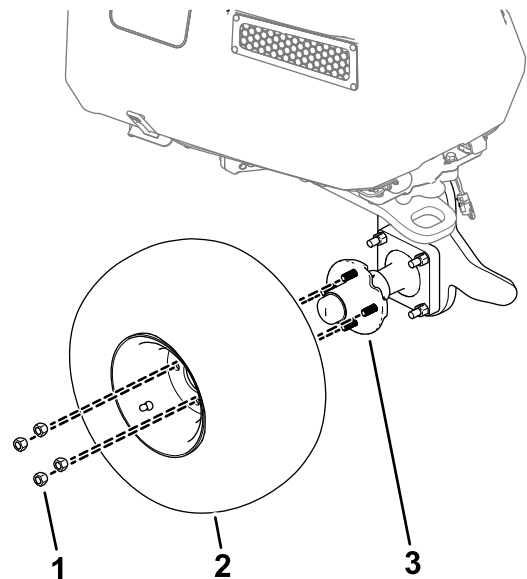

Figure 1
1. Retirez les 4 écrous de roue qui fixent la roue au moyeu (Figure 1).
2. Déposez la roue de la machine (Figure 1).